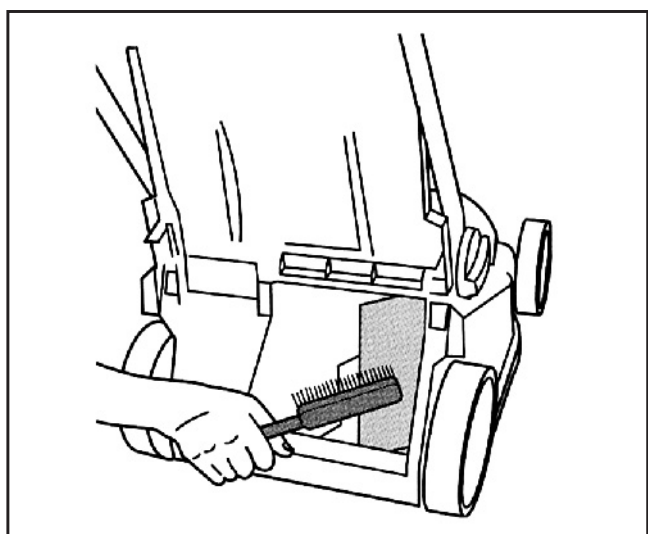

Fig. 19
- Nettoyez le volet mobile régulièrement avec une balayette (Fig. 19).